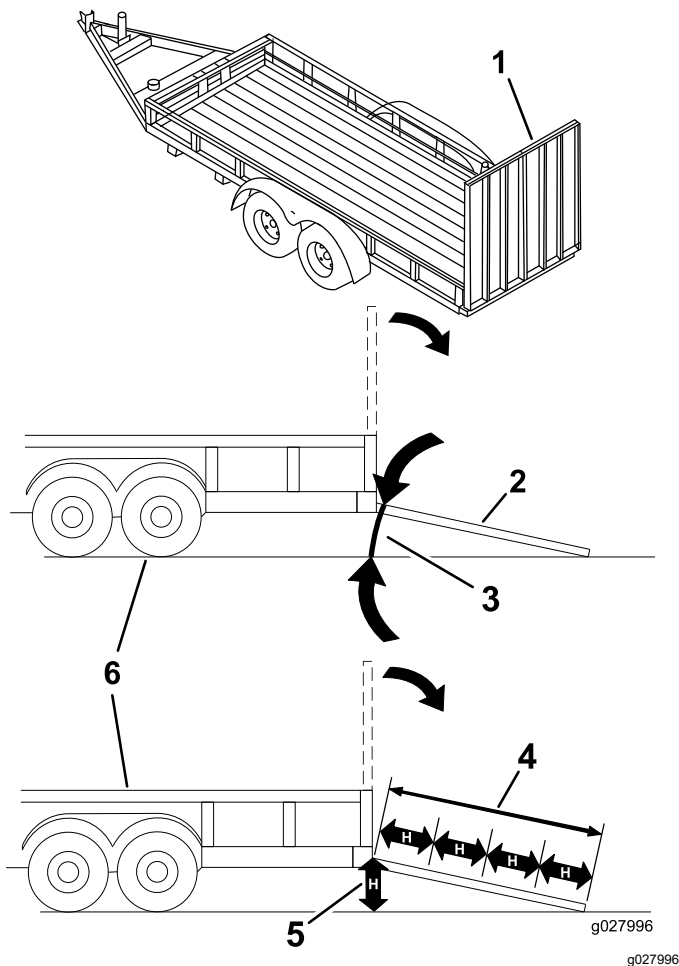

Figura 42
Quando si carica la macchina su un trailer o un autocarro si aumenta il rischio di ribaltamento, che può causare gravi ferite ed anche la morte (Figura 42).
1. Abbassate la rampa, assicurandovi che l'angolazione tra la rampa e il terreno non superi 15 gradi (Figura 42).